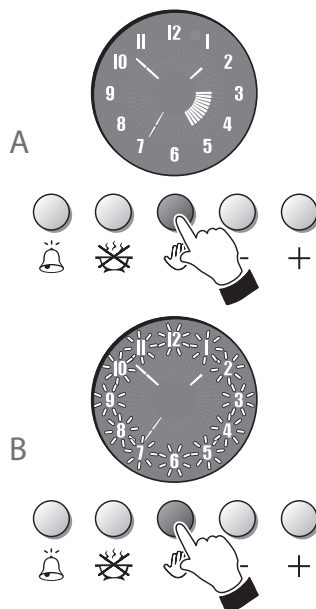

Abb. 5.3
KOCHEN OHNE PROGRAMMIERGERÄT (Abb. 5.3)
- A. Abb. 5.3 - Programm im Programmiergerät eingestellt. Um das Programm zu löschen, 2 Sekunden lang die Taste  drücken; daraufhin gehen die internen Leuchtsegmente aus.
- B. Abb. 5.3 - Ziffern blinken am Programmiergerät (dies ist der Fall, wenn das akustische Signal "Garzeit abgelaufen" ausgeht). Die Taste  drücken. Die Ziffern blinken nun nicht mehr und das Programmiergerät schaltet auf Handbetrieb um.